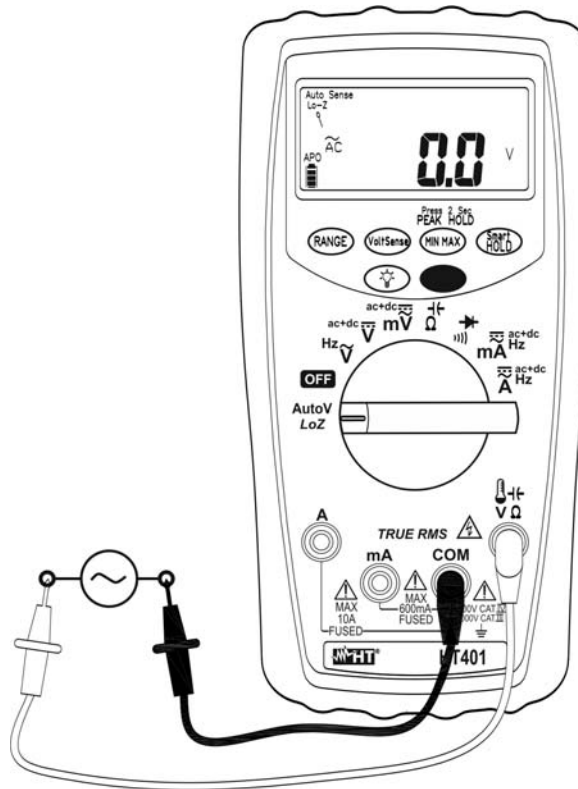

Fig. 4: Uso dello strumento per misura di Tensione AC con bassa impedenza (LoZ)
3. Posizionare i puntali nei punti desiderati del circuito in esame (vedere la Fig. 4). Il valore della tensione è mostrato a display